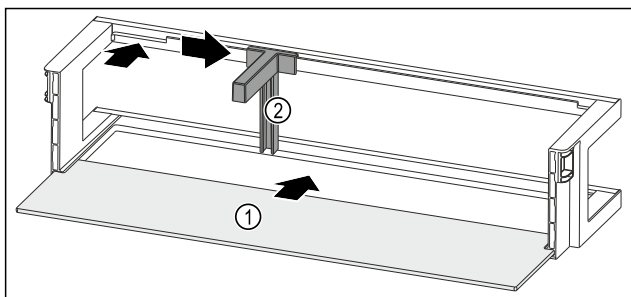

Fig. 96 Ajtópolc tárolólappal
- ▶ Tolja be a tárolólapot Fig. 96 (1) az oldalsó mélyedésekbe.
- ▶ Helyezze be a palacktartót Fig. 96 (2) a mélyedésbe.
- ▶ Tolja oldalra a kívánt pozícióba a palacktartót Fig. 96 (2).